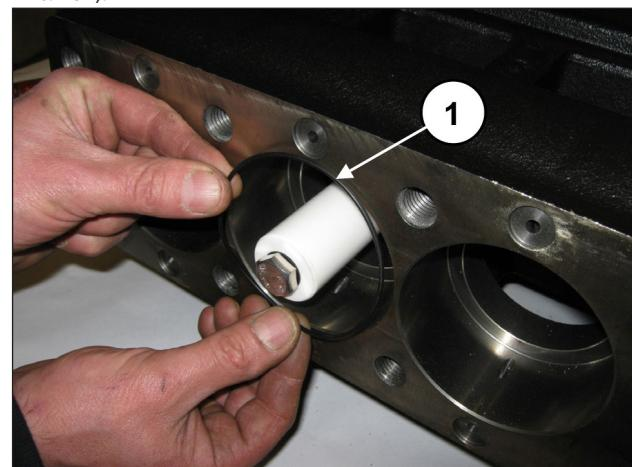
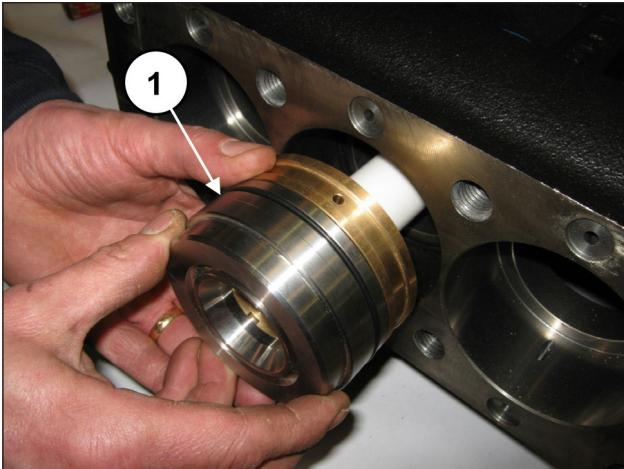

Рис. 186
Рис. 187
Вставьте уплотнительное кольцо в картер насоса (поз. ①, Рис. 186), а затем вставьте до упора предварительно собранный узел рубашки-опоры уплотнений (вместе с соответствующим уплотнительным кольцом) (поз. ①, Рис. 187).